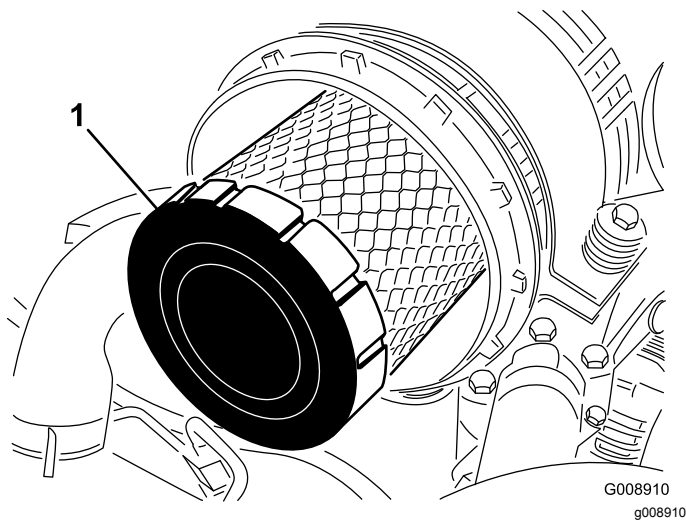

Bild 89
4. Entfernen Sie den Hauptfilter (Bild 89).